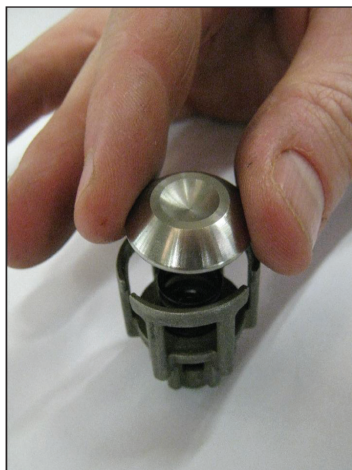
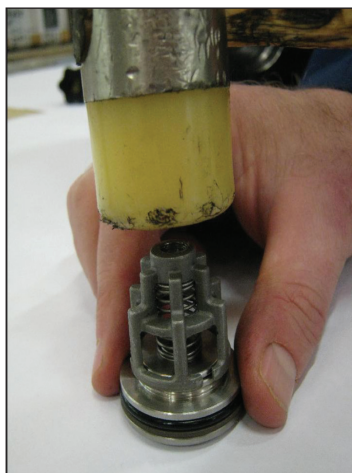

图26
图27
- 1 吸油和输油阀组(图26, 图27)的组装。在KT20和KT22型泵上，须特别注意不要混淆先前拆卸的吸油和输油弹簧：